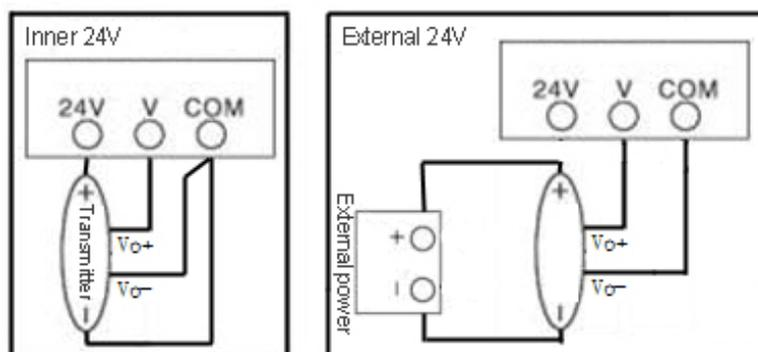

Abbildung 7.6.1
1. Verbinden Sie den Druckmessumformer und das B2i mit derselben Druckpumpe, wobei Sie die interne 24V-Spannung als Beispiel verwenden können. Verbinden Sie die Ausgangsklemme „24 V“ des B2i mit dem roten Kabel mit der „+“-Klemme des Messumformers. Verbinden Sie die „COM“-Eingangsklemme des B2i mit der „V o“-Klemme und der „-“-Stromversorgungsklemme des Messumformers. Verwenden Sie dazu das schwarze Kabel. Verbinden Sie die „V“-Eingangsklemme des B2i mit der Signalausgangsklemme „V o+“ des Messumformers mit einem Stylus-Kabel (siehe Abbildung 7.6.1). Für eine externe 24-V-Spannungsversorgung: Siehe die rechte Abbildung.